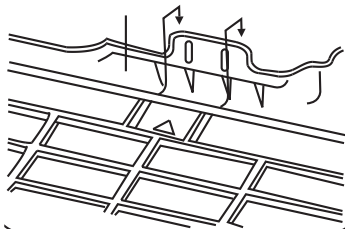

Fig. 17 - Suspension de l'appareil intérieur
4. Suspendez l'appareil intérieur sur les crochets du haut de la plaque de montage mural (tel qu'illustré à la figure 17).